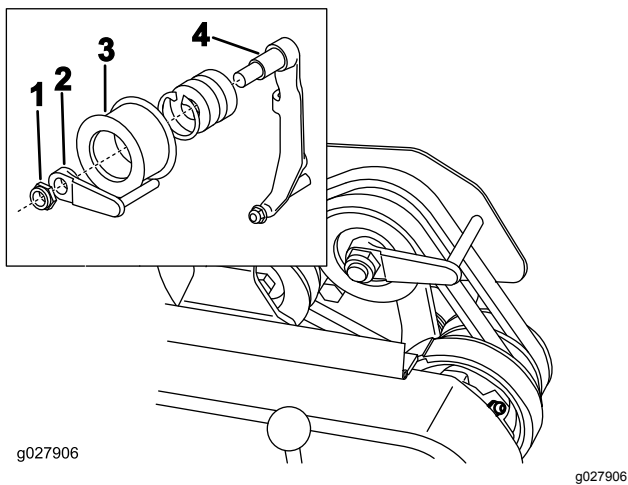

Рисунок 47
- Для облегчения толкания или буксировки машины с выключенным двигателем отрегулируйте направляющую ремня (Рисунок 47, врезка) следующим образом: